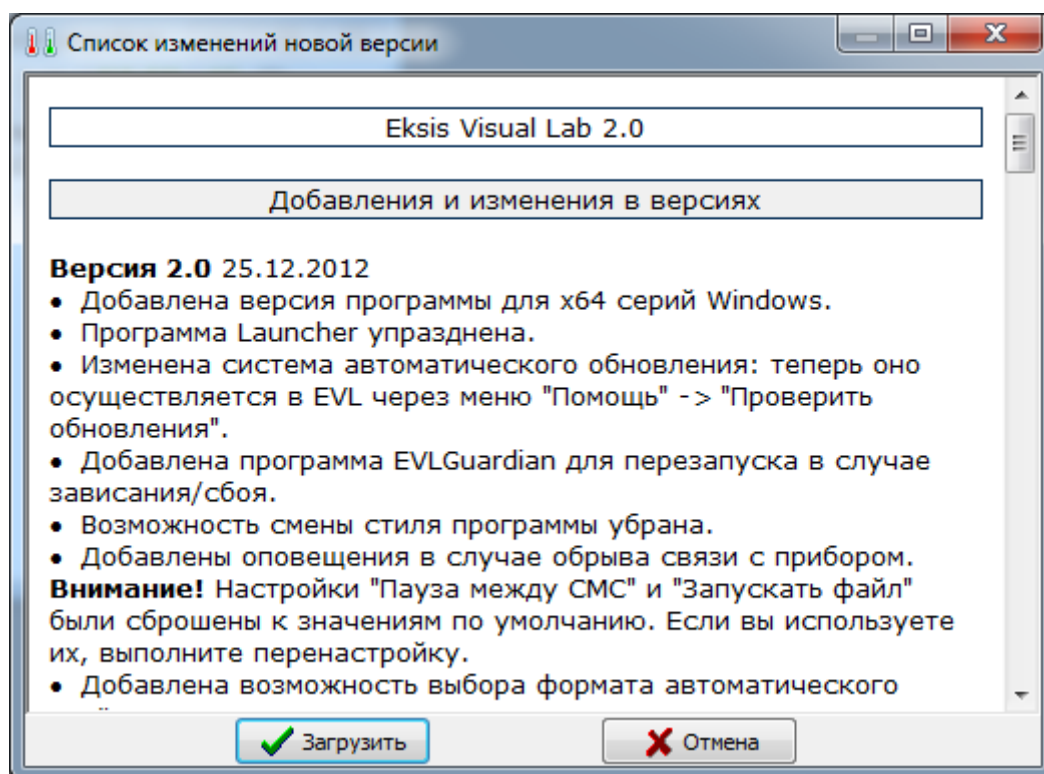

Рис. 28.2. Обновление EVL
4. Если существует новая версия EVL, программа покажет список изменений (рис. 28.2) с предложением загрузить её.